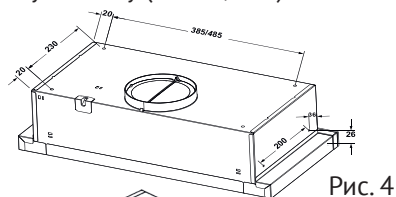

Рис. 4
6.5 Чтобы установить вытяжку в кухонном шкафу, сделайте 4 отверстия диаметром 6-7 мм в нижней полке шкафа в соответствии с рис. 4.
6.6 Подсоедините барботер к выходу турбины (с переходником трубы барботера $\varnothing 150 \times 120$ мм). Снимите другой конец барботера в вентиляционную шахту (Рис. 4 / 4.1).